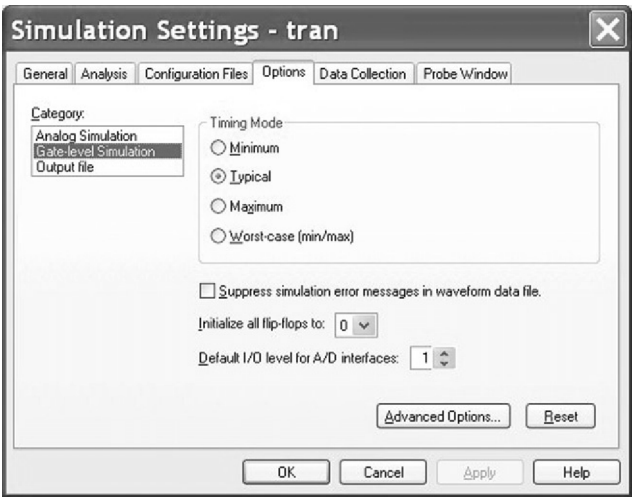

图 19.4 触发器的初始值设置为 0 电平
2. 对电路进行瞬态仿真分析设置，运行时间为 $5\mu s$ 。在仿真设置窗口中选择 Options 选项，如图 19.4 所示，选择 **Category > Gate-level Simulation**，然后设置触发器的初始值 Initialize all flip-flops 为 0。仿真设置完成后关闭窗口。